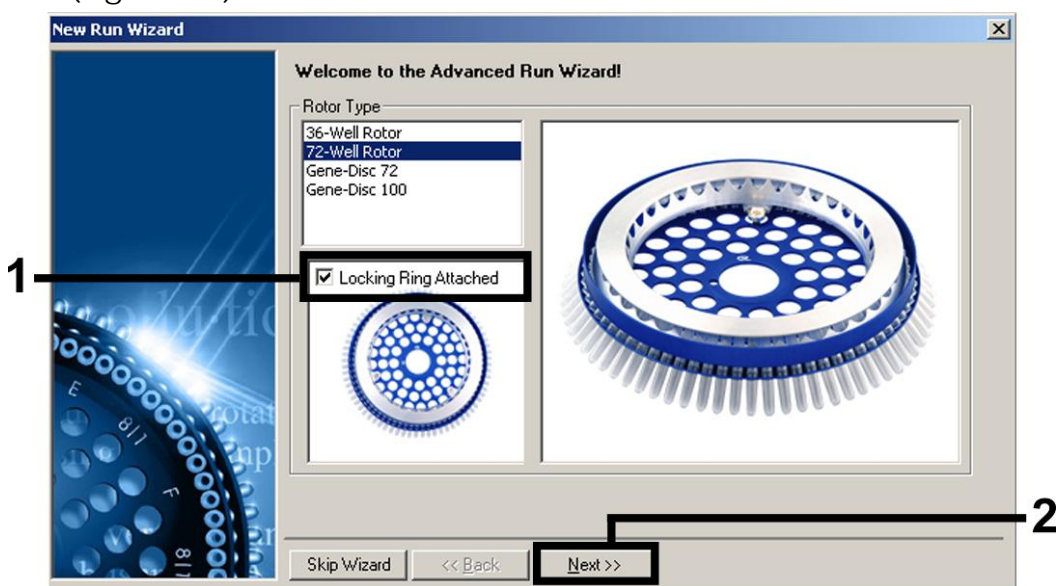

Figura 1. Cuadro de diálogo "New Run Wizard" (Asistente para series nuevas).
3. Abra el cuadro de diálogo "New Run Wizard" (Asistente para series nuevas) (figura 1). Marque la casilla "Locking Ring Attached" (Anillo de bloqueo acoplado) y haga clic en "Next" (Siguiete).